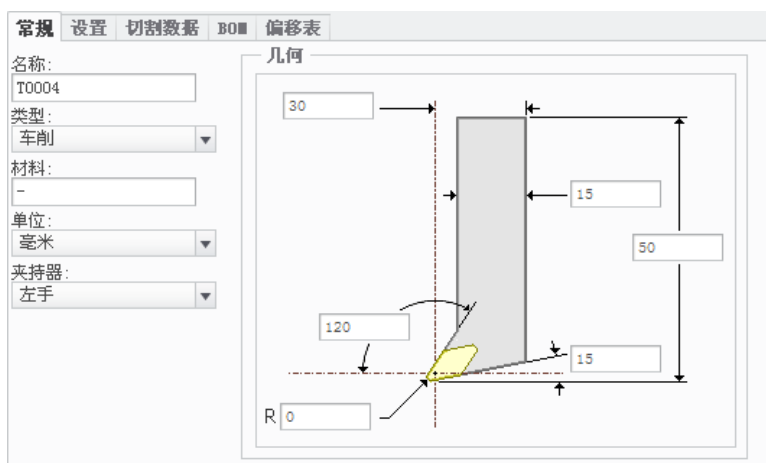

图 5.4.4 “刀具设定”对话框
Step3. 在弹出的“刀具设定”对话框中单击 **常规** 按钮，然后在 **常规** 选项卡中设置图 5.4.4